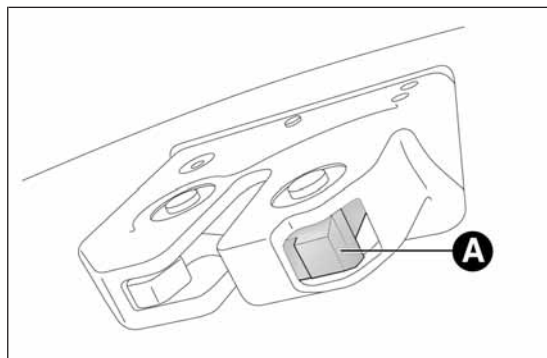

fig. 62
- ❑ pulsar la palanca A fig. 62.